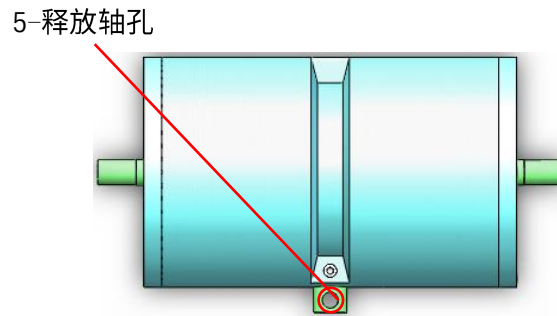

图 8-5 释放轴孔的正确位置
- 2) 用释放杆 3 端部的内六角扳手（或 M6 的内六角扳手）将锁紧状态的定位螺钉 2 松动至释放轴 1 可以自由转动。（如该电磁铁的型号为 16E1①，则跳过此步骤。）
- 6) 在保证释放轴孔 5 的位置竖直向上的情况下（见图 8-5），将定位螺钉 2 拧紧，使释放轴 1 不能转动。（如该电磁铁的型号为 16E1①，则跳过此步骤。）